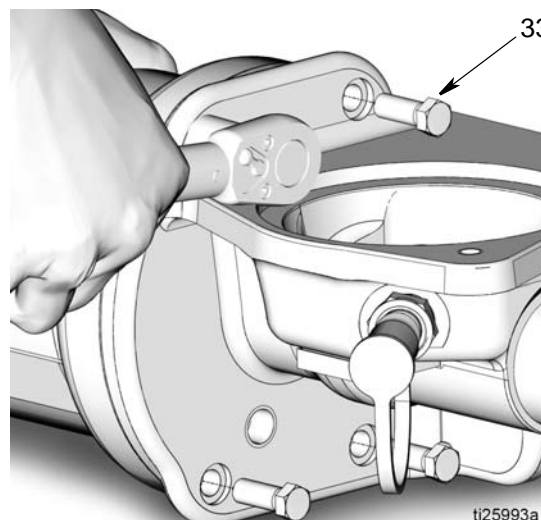

Рис. 52
- с. Вкрутите 4 новых болта (33). Затяните равномерно болты вручную, каждый по немного за один раз крест-накрест. Затем затяните крест-накрест с усилием 10 - 13 футофунтов (13.5-17.6 Н•м). См. Рис. 52.